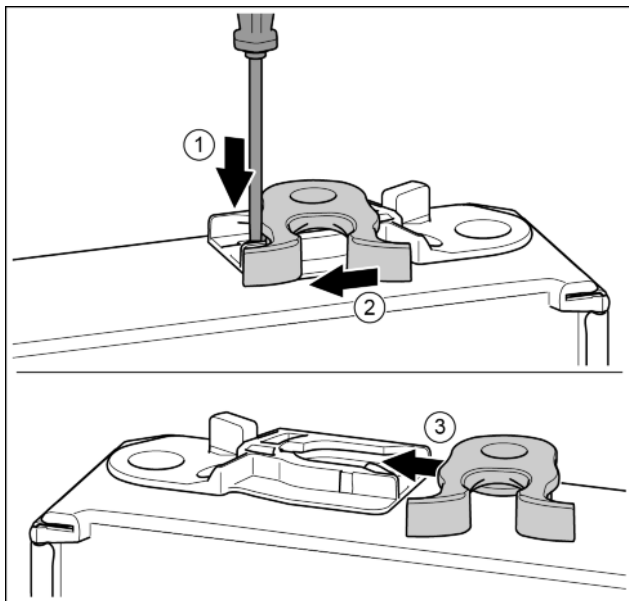

Fig. 15
- ▶ Nyomja le a fedőlemezt csavarhúzóval. Fig. 15 (1)
- ▶ Húzza ki a záróhorgot a vezetősínből. Fig. 15 (2)
- ▶ Tolja be a záróhorgot a másik oldalon lévő vezetősínbé. Fig. 15 (3)